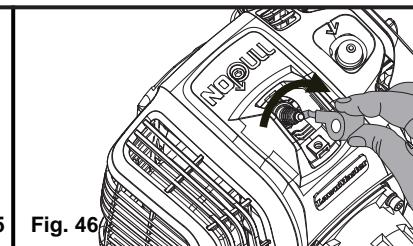

Fig. 46
- Instale la bujía nueva o limpiada girándola hacia la derecha (Fig. 46).